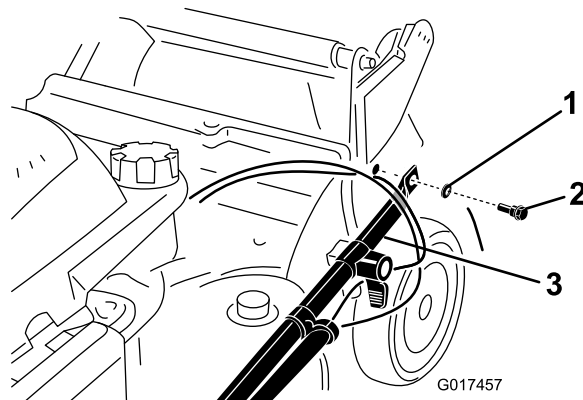

図 5
2. ハウジングにハンドルを取り付けるワッシャ2枚、ハンドルボルト2本を使用 図 5。ハンドルボルトはまだ示す牽引車両内こと。
**重要**ケーブルがハンドルの外側を通るように配設する 図 5。